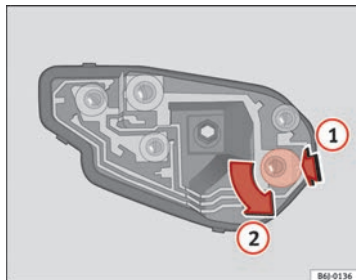

Fig. 164 Remplacement des ampoules des feux arrière
- Une fois le porte-lampes retiré, appuyer vers le bas dans le sens de la flèche (1) et tourner simultanément dans le sens de la flèche (2) ⇒ fig. 164.